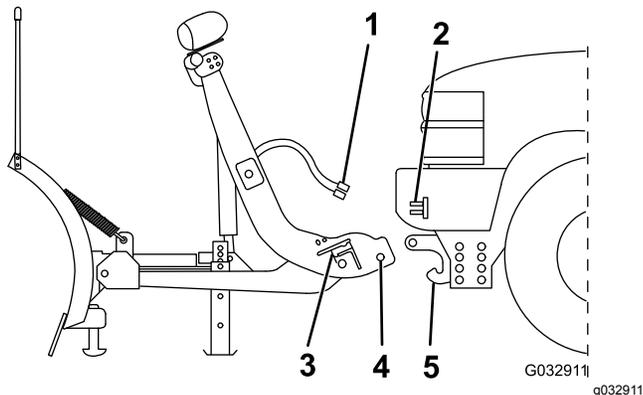

Figura 28
3. Alinee el vehículo con el quitanieves y conduzca hacia adelante hasta que el pasador inferior entre en contacto con el receptor del pasador de la viga de empuje (Figura 28).
5. Retire las cubiertas antipolvo del conector eléctrico y conecte el arnés de cables del quitanieves al arnés de cables del vehículo (Figura 28).